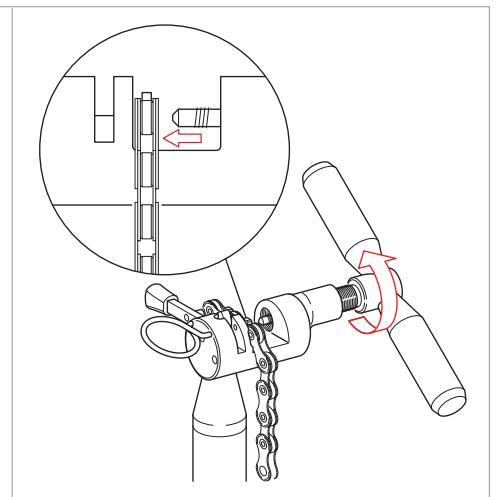

Abb.5
- Das Werkzeug soweit zuschrauben, bis der Stift vollständig aus dem Loch des Kettengliedes ausgetreten ist (Abb. 5).